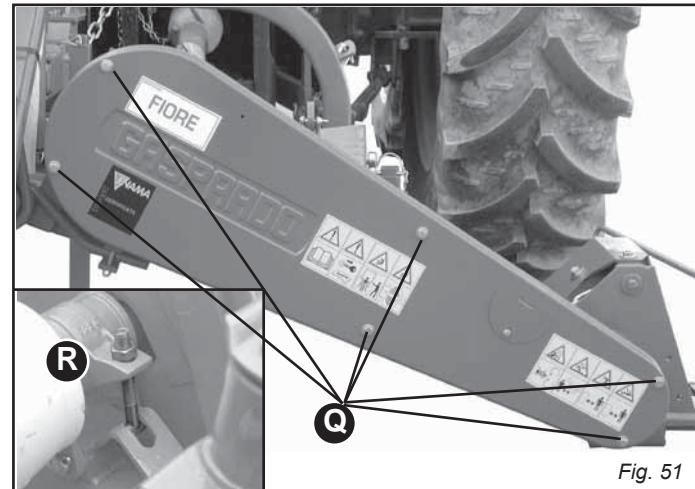

Fig. 51
- Svitare le viti (Q, Fig. 51) e togliere il carter di protezione.
- Allentare completamente il tendicinghia (R, Fig. 51).
- Riposizionare il carter di protezione fissandolo con le apposite viti (Q, Fig. 51).